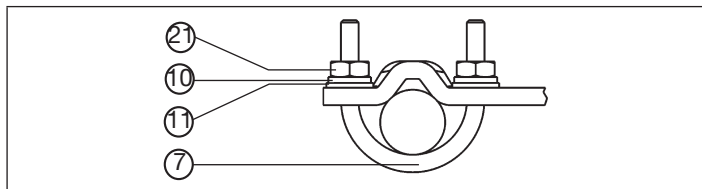

Imagen 11: Fijación de posicionador con escuadra de montaje en actuadores con yugo
→ Fije la escuadra de montaje al yugo con la brida en U (7), las arandelas (11), las arandelas elásticas (10) y las tuercas de cabeza hexagonal (21) (ver «Imagen 11»).